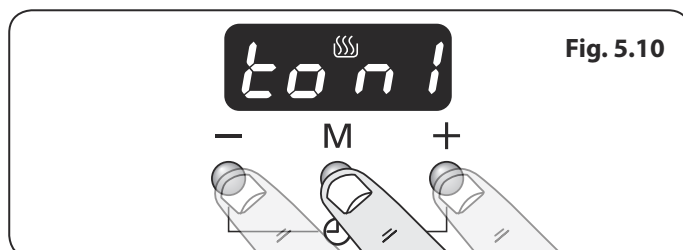

Fig. 5.10
1. Tryck samtidigt på knapparna [+] och [-], och tryck därefter på lägesknappen [M]. Displayen visar "ton 1, 2 eller 3" (**Fig. 5.10**).